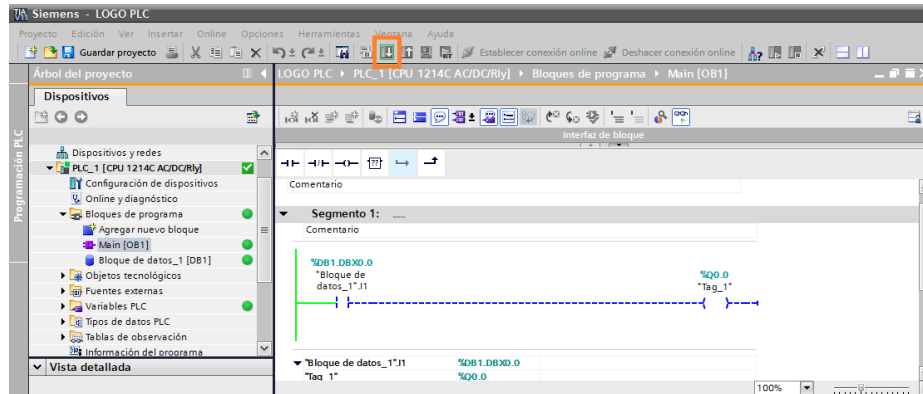

Figura 75: Cargar el programa.
12. Cargar la programación Figura 75, como se muestra en el cuadro naranja.